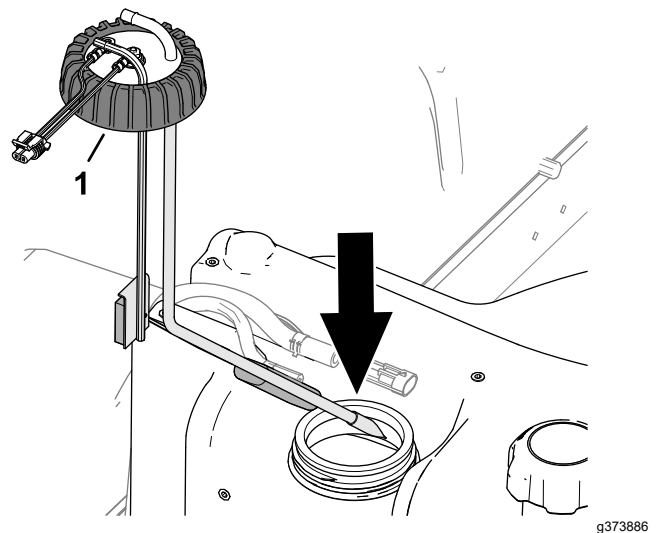

Figura 93
2. Coloque cuidadosamente el tubo de aspiración de combustible y el flotador en el depósito de combustible (Figura 93).